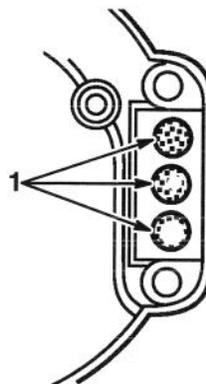

Figure 33
5. Faire tourner le vilebrequin jusqu'à ce que les pistons couvrent les trous d'échappement (Fig. 33).